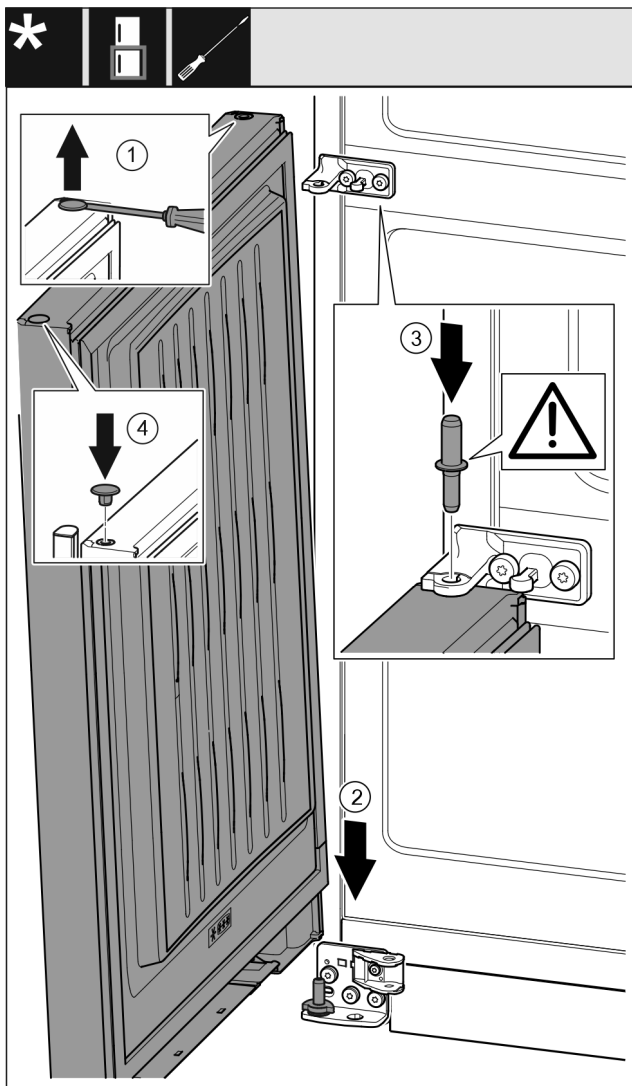

Fig. 41
- ▶ Stopfen vorsichtig mit einem Schlitzschraubendreher anheben und herausziehen. Fig. 41 (1)
- ▶ Tür von oben auf den unteren Lagerbolzen aufsetzen. Fig. 41 (2)
- ▶ Lagerbolzen Mitte durch Lagerbock Mitte in die untere Tür einsetzen. Dabei darauf achten, dass der Rastnocken nach hinten zeigt. Fig. 41 (3)
- ▶ Stopfen auf der anderen Türseite wieder einsetzen. Fig. 41 (4)